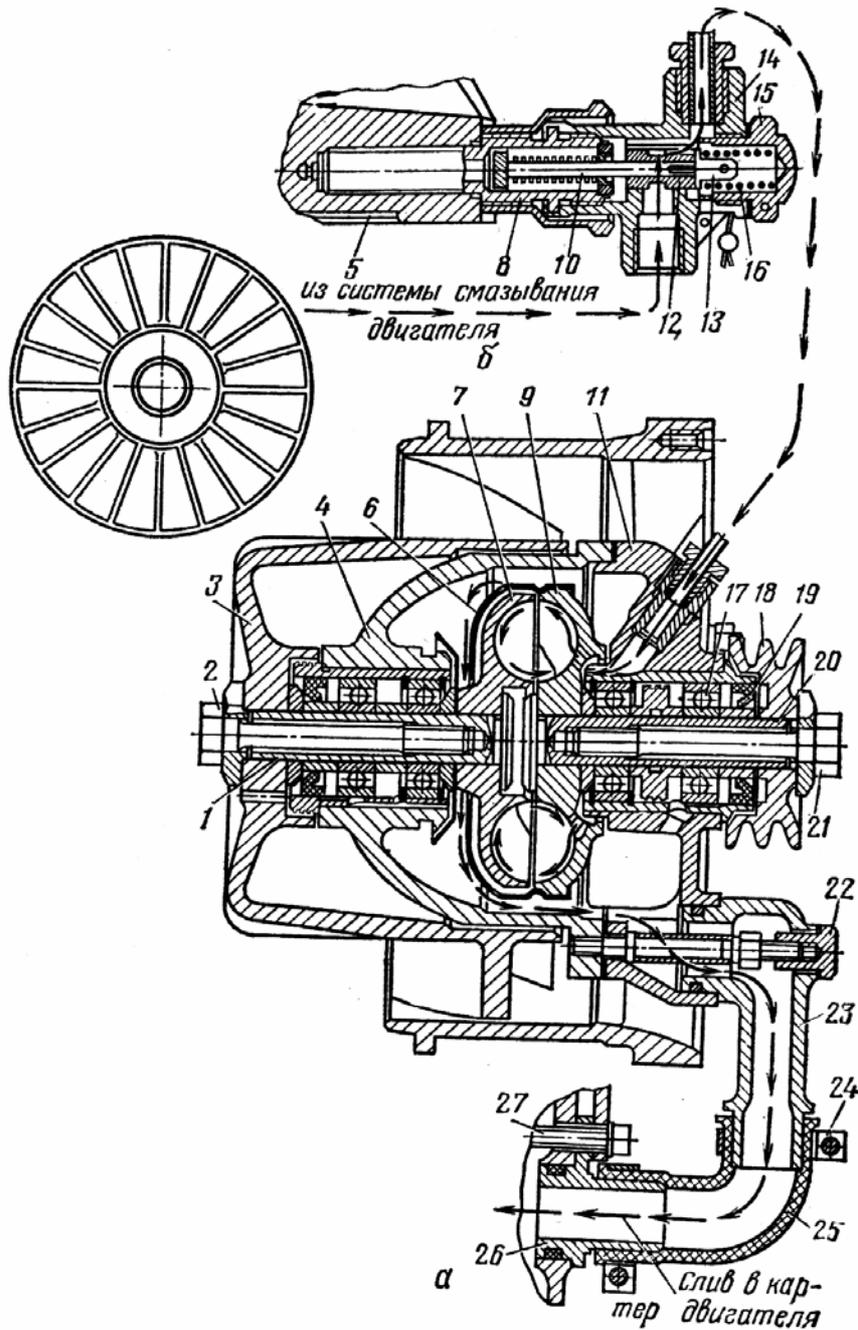

Рис. 2.11. Вентилятор с гидродинамической муфтой (а), термостат (б) системы охлаждения двигателей Д-144:
4. Автоматический выключатель гидромуфты установлен на головке второго цилиндра. Он состоит из чувствительного элемента (рис. 2.11, б), шток которого связан с золотником 12 распределителя. При холодном двигателе чувствительный элемент позволяет пружине сдвинуть золотник 12 влево. Золотник перекрывает путь масла из смазочной системы двигателя в гидромуфту. При прогревом двигателя чувствительный элемент, преодолевая усилие пружины 16, сдвигает золотник вправо; проточка золотника соединяет каналы.